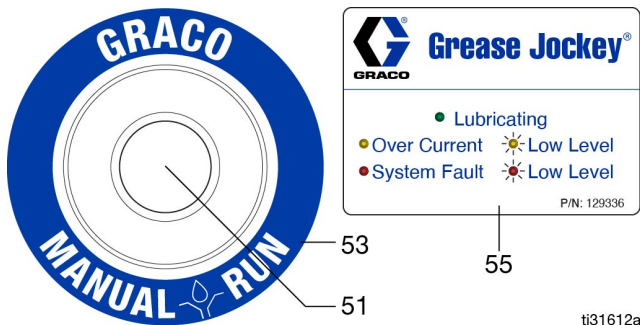

FIG. 20
4. Limpie la superficie alrededor del borde exterior del pulsador (51). Posicione la etiqueta (53) alrededor del botón y péguela (FIG. 20).